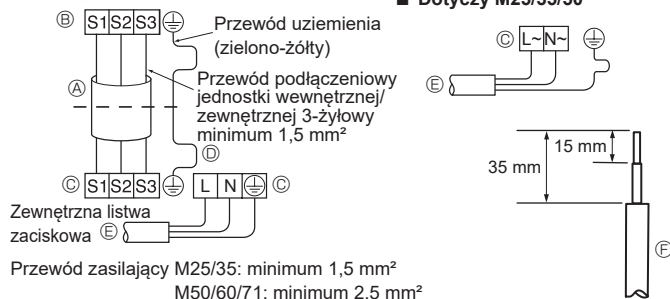
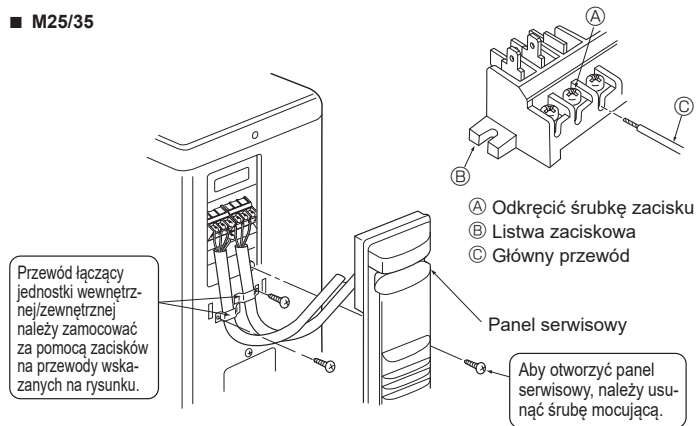
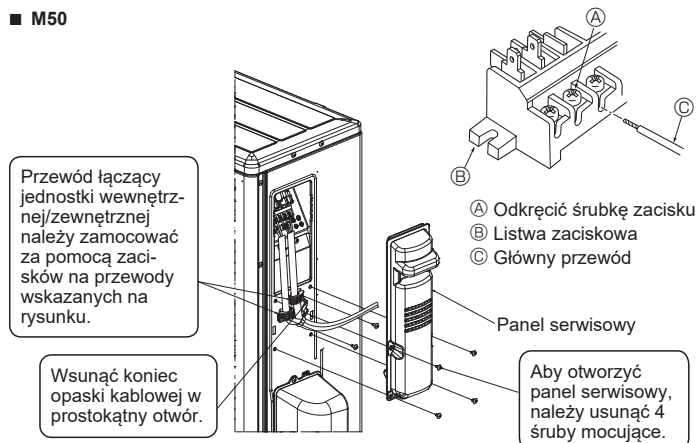
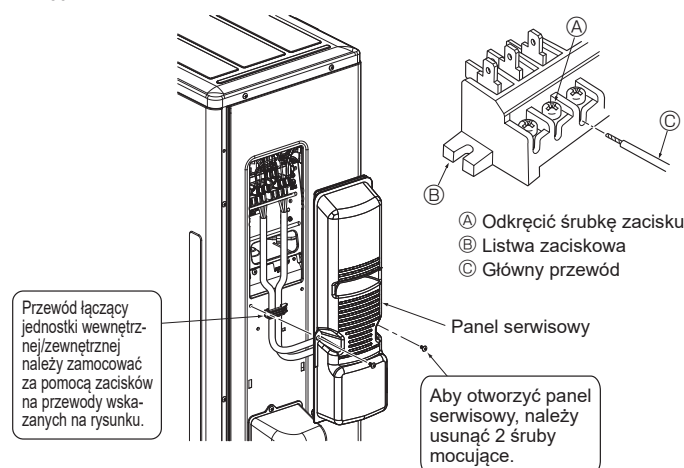

Fig. 6-2
Fig. 6-3
Fig. 6-4
Fig. 6-5
6.1. Jednostka zewnętrzna (Fig. 6-1, Fig. 6-2, Fig. 6-3, Fig. 6-4, Fig. 6-5)
- ① Usunąć panel serwisowy.
- ② Podłączyć przewody zgodnie z Fig. 6-1, Fig. 6-2, Fig. 6-3, Fig. 6-4 i Fig. 6-5.
- Przewody należy poprowadzić zgodnie ze schematem po lewej stronie poniżej (przewód zakupić we własnym zakresie) (Fig. 6-2).